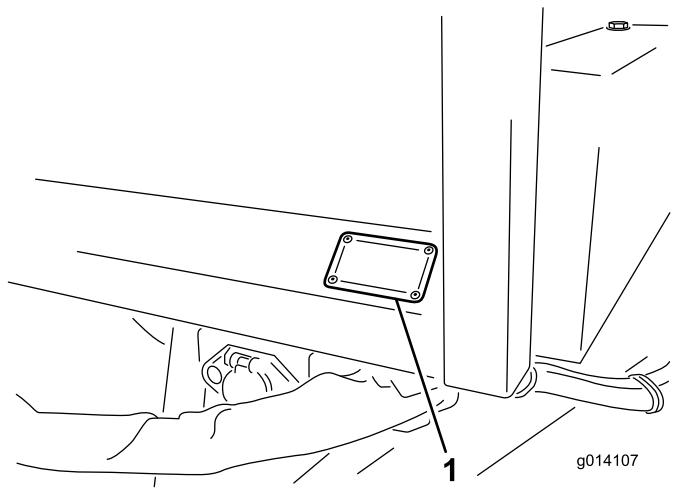

Figura 23
14. Applicate l'adesivo 136-7585 accanto alla targhetta del numero di serie sul lato anteriore sinistro dell'unità (Figura 23).